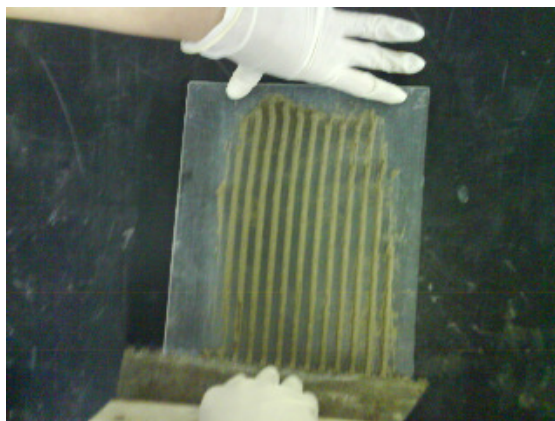

Figura 2 – Aplicação da argamassa colante na placa de acrílico
4.4.2 Após o 7º minuto, aplicar a argamassa misturada sobre a placa de acrílico padrão (20 x 25 cm) e desempená-la com uma desempenadeira dentada de 6x6 mm (sob um ângulo de 60º), conforme figura 2.